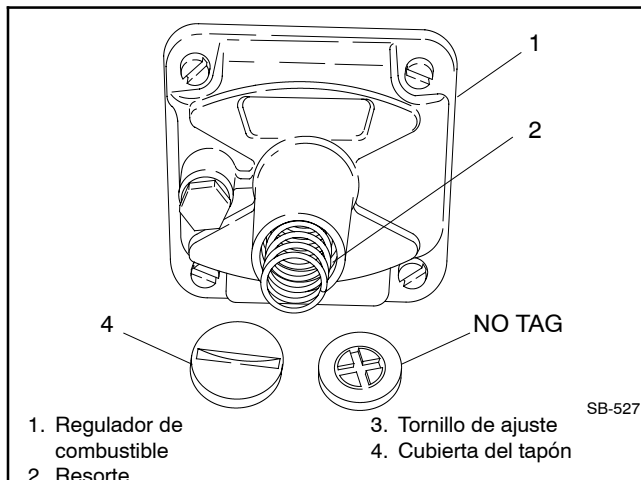

Figura 9-24 Componentes del regulador de combustible
- a. Remover la tapa del regulador de combustible. Consulte la Figura 9-24.